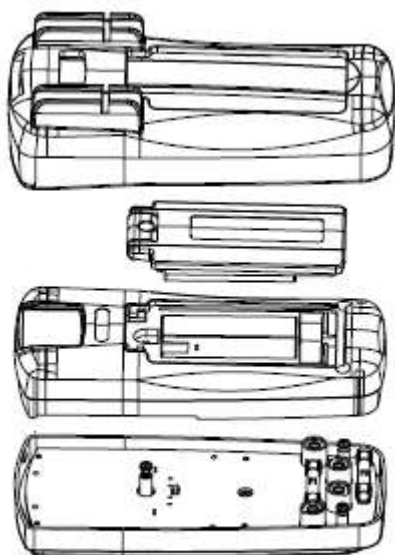

Figure 11
B. Înlocuirea siguranțelor și a bateriilor (fig. 11)**⚠️ AVERTISMENT**